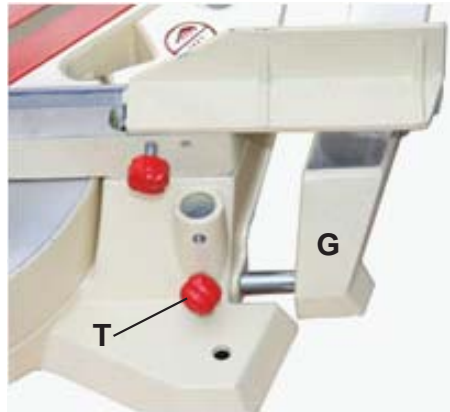

Рис. 3
- Гвинтами (Т, Рис. 3) зафіксуйте подовження столу (G) на місці.
- Натисніть на блокувальну кнопку фланцю пилки (R, Рис. 3) та послабте кріпильний гвинт пиляльного диску за допомогою ключа у комплекті (T)